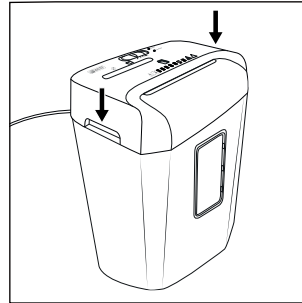

Fig. 2
- ◆ Sujete el accesorio de corte **6** por los dos agarres **8** integrados y colóquelo sobre el contenedor grande **12** de forma que el cable de red **1** apunte hacia atrás y la ventana de control **11** del contenedor grande **12** apunte hacia delante (consulte la fig. 2).